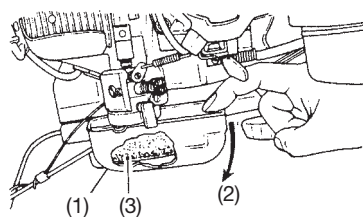

Fig. 9
- 1) Rens luftfilteret med såpe og vann og la det tørke før gjenbruk. (Fig. 9)